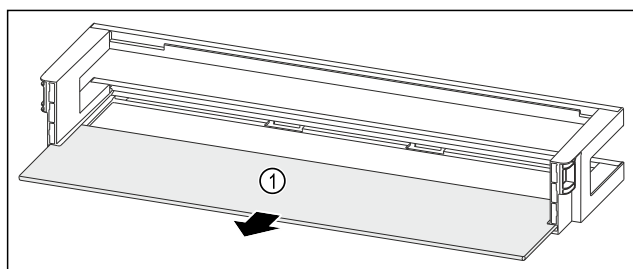

Fig. 89 Vratna polica z odlagalno polico
- Odstranite polico za odlaganje Fig. 89 (1).